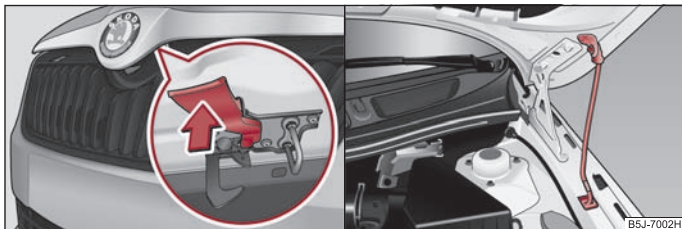

Fig. 13 Calandre: Levier de fixation / Fixation du capot-moteur avec appui du capot
- Tirez le levier de sûreté ⇒ fig. 13 - à gauche, le capot est déverrouillé.
- Sortez l'appui du capot de son support et mettez-le dans l'ouverture prévue à cet effet ⇒ fig. 13 - à droite.